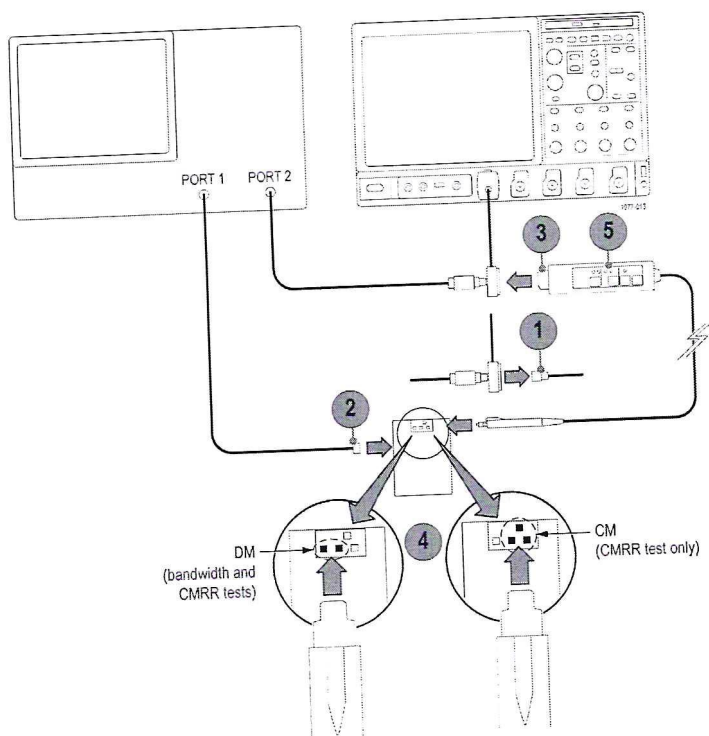

Рисунок 4
8.4.12 Подключить измерительную головку пробника к дифференциальным контактам адаптера BNC для наконечника пробника (см. рис. 4 - увеличенная часть слева) (4).
8.5.4 Подключить измерительную головку пробника к дифференциальным контактам адаптера BNC для наконечника пробника (см. рис. 4 - увеличенная часть слева). Полярность произвольная. Не подключать контакт - земля при проверке пробника TDP1500.
8.5.7 Отключить измерительную головку пробника от дифференциальных контактов адаптера BNC для наконечника пробника и подключить ее к синфазным контактам (см. рис. 4 - увеличенная часть справа).